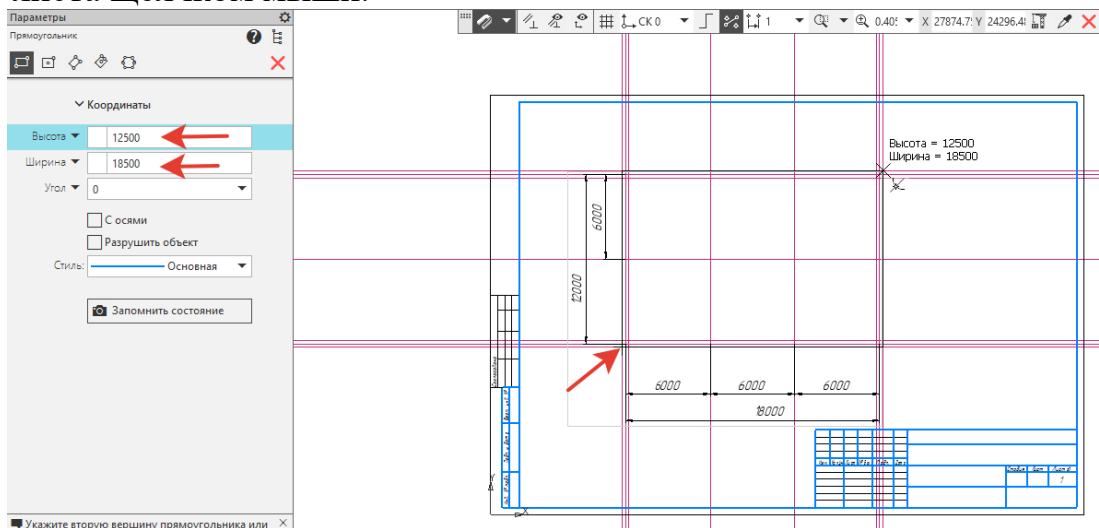

Рисунок 70.
6. На инструментальной панели **Геометрия** найдите кнопку **Прямоугольник**. В **Параметрах** ввести: **Высота – 12500, Ширина - 18500**. **Стиль линии - Основная** (рисунок 70). Зафиксируйте прямоугольника в левом нижнем углу листа щелчком мыши.